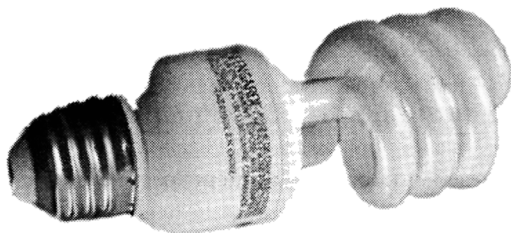

Рис. 2.33. Компактная энергосберегающая лампа
**Компактные люминесцентные энергосберегающие лампы.** Появление на рынке компактных люминесцентных энергосберегающих ламп (рис. 2.33) произвело настоящую революцию в светотехнике. Были устранены главные недостатки люминесцентных